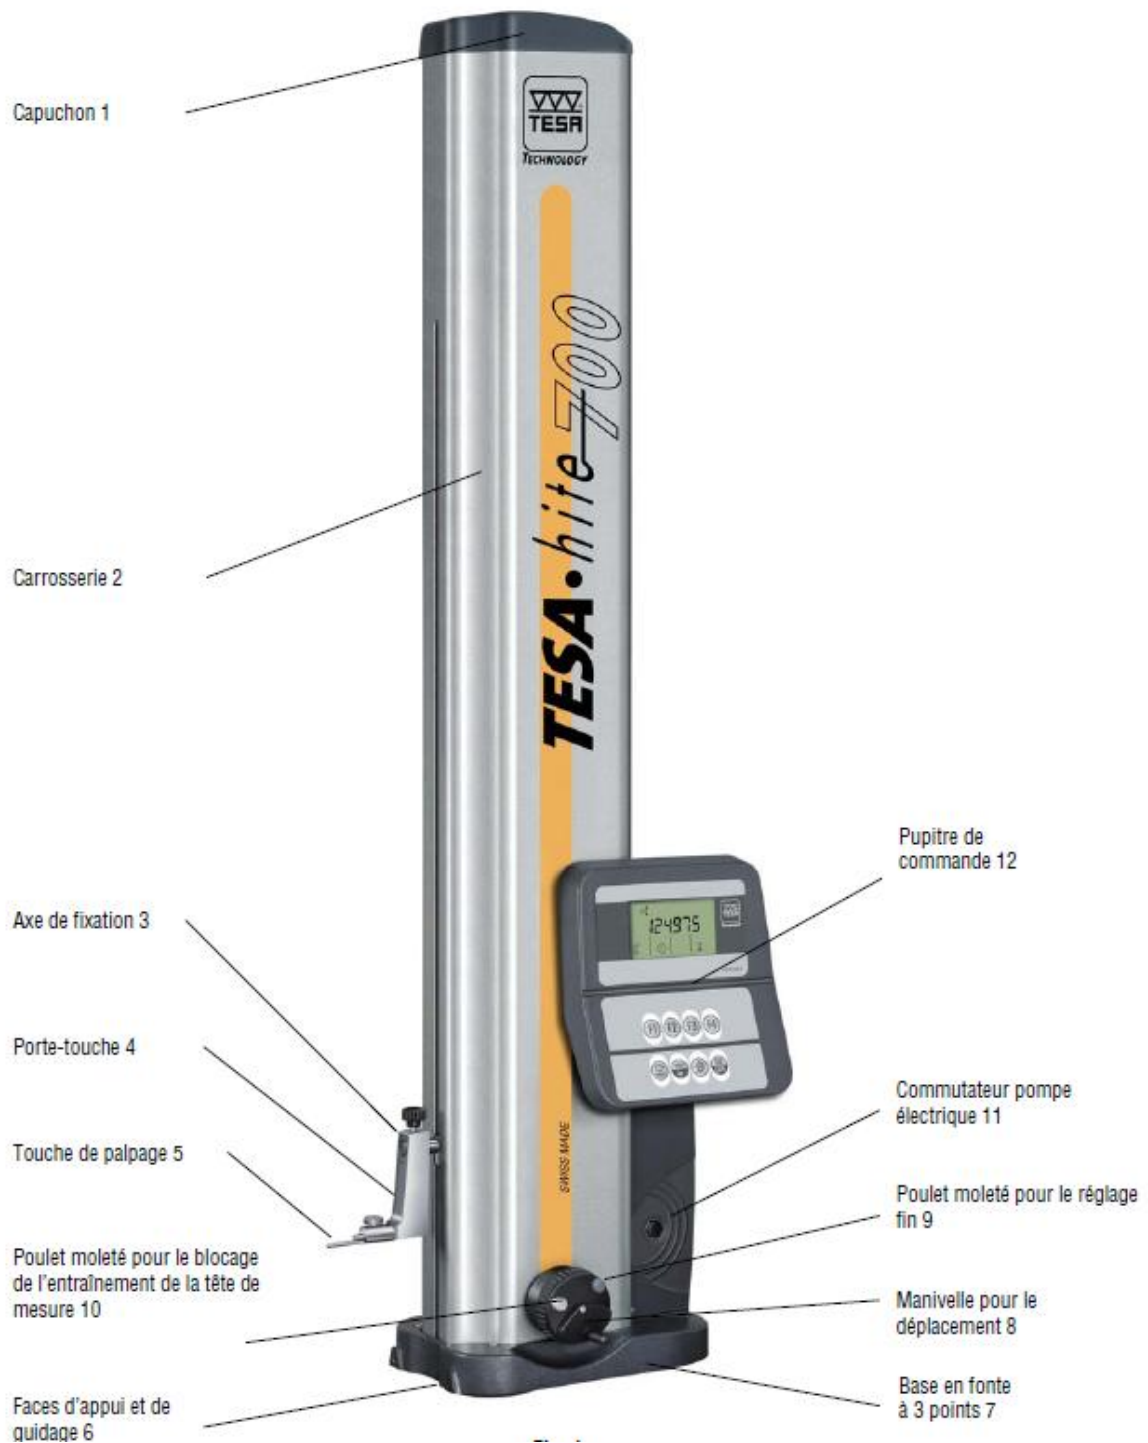

Figure 3-1... Tesa-Hite 700
- Déplacer la tête de mesure et la touche de palpage au moyen de la manivelle 8 (Figure 3-1, page 2).